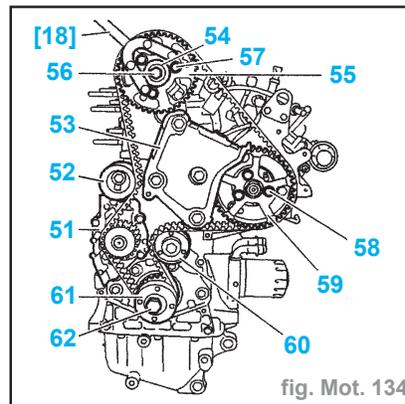
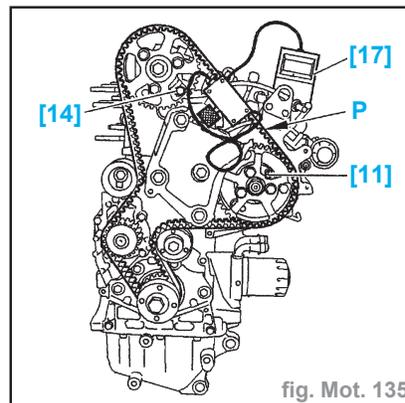

fig. Mot. 134
fig. Mot. 135
- Reposer (fig. Mot. 134) :
- la pompe à eau (51) (équipée d'un joint neuf)
- le support moteur (53)
- le galet tendeur (52)
- le galet enrouleur (60)
- le moyeu d'arbre à cames (54)
- le pignon d'arbre à cames (55)
- les vis (57) (sans les serrer)
- la vis (56) (sans serrer)
- le pignon de pompe d'injection (59)
- les vis (58) (sans les serrer)
- Piger (fig. Mot. 135) :
- le moyeu d'arbre à cames (54) à l'aide de l'outil [14] (-). 0188-E
- le pignon de pompe d'injection (59) à l'aide de l'outil [11] (-). 0188-H
- Enduire le filet de la vis (62) de produit "E6" (fig. Mot. 134).
- Reposer la vis (62) (sans serrer).
- Serrer la vis (62) à 4 daN.m. Terminer par un serrage angulaire de 60°.
- Resserrer les vis (57) et (58) à la main.
- Tourner les pignons (55) et (59) en butée sur les boutonnières (sens horaire).
- la pompe à eau (51)
- Nota :** Au besoin, tourner légèrement les pignons (55) et (59) dans le sens antihoraire afin d'engager la courroie. La valeur de déplacement angulaire de la courroie par rapport aux pignons ne doit pas être supérieure à 1/2 dent.
- Mettre en place l'appareil de tension [17] **SEEM C.TRONIC 105.5** (fig. Mot. 135) sur le brin "p".
- Tourner le galet tendeur (52) dans le sens anti-horaire avec l'outil [16] (-). **0188-J1** pour atteindre une surtension de **106 unités SEEM**.
- Vérifier que les pignons d'arbre à cames (55) et de pompe d'injection (59) ne sont pas en butée de boutonnères.
- le galet tendeur (52) à **4,5 daN.m**
- les vis (57) à **2,5 daN.m**
- les vis (58) à **2,5 daN.m**